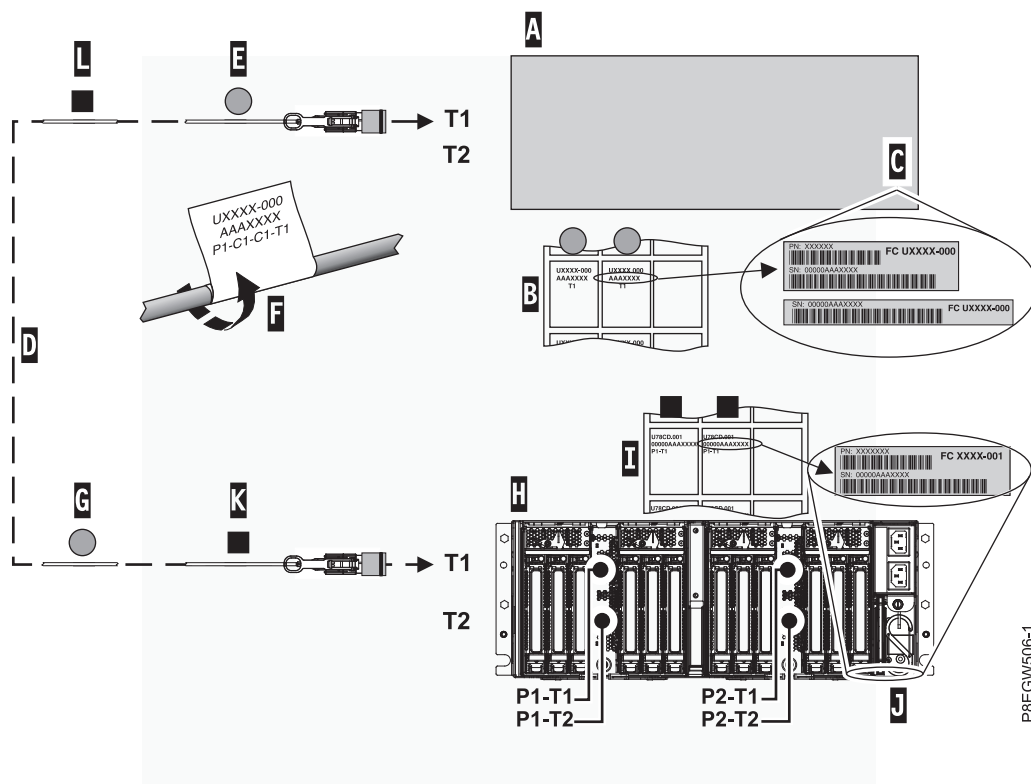

図 14. 拡張ドロワー・ケーブルのラベル付け
注: これらの手順を実行するときは、17 ページの図 14を参考にしてください。
- g. 左端の Cx-T1 ラベルをケーブルのコネクター端 **(E)** に貼り付けます。『17 ページの図 14』を参照してください。ラベルを、位置情報が見えるように、空白の端の方を先にして巻き付けます **(F)**。
- h. もう 1 枚のラベル Cx-T1 をホスト・システム・ラベル・シート **(B)** から取り、PCIe3 拡張ドロワーに取り付けるケーブルの反対側の端に貼り付けます。ラベルは、ケーブルの端から 100 mm を超えて離して貼り付けてください **(G)**。『17 ページの図 14』を参照してください。
注: これらの手順を実行するときは、図 14を参考にしてください。
- f. 左端の P1-T1 ラベルを、ケーブルのコネクター端に貼り付けます (K)。『図 14』を参照してください。ラベルを、位置情報が見えるように、空白の端の方を先にして巻き付けます (F)。
- g. 拡張ドロワー・ラベル・シートから、もう 1 枚の P1-T1 ラベルを取り、ケーブルの反対側の端に、端から 100 mm を超えて離して貼り付けます (L)。『図 14』を参照してください。
- a. ホスト・システム P1-T1 ラベルが付いたケーブルのコネクター端 (E) を見つけ、それを、PCIe3 ケーブル・アダプターの T1 ポートの近くに置いておきます。
- b. ケーブルを配線して、コネクター端 (K) を PCIe3 拡張ドロワー上の入出力モジュールの近くに配置します。